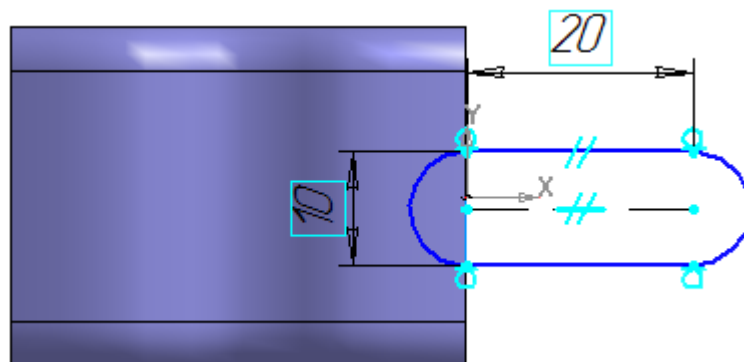

Рисунок 24
- Измените значения размеров, как это показано на рисунке (рис.24).